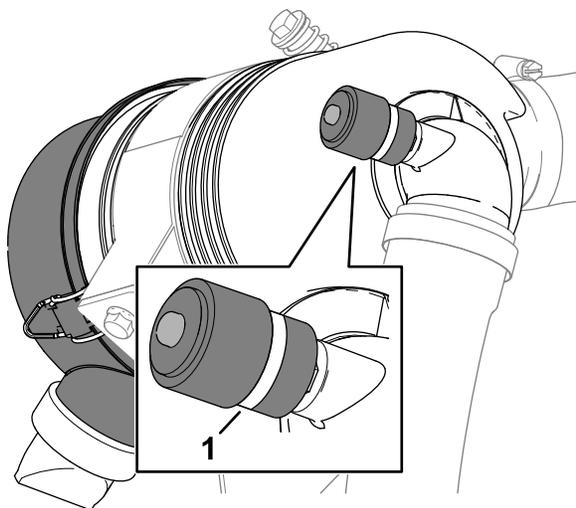

Figure 75
3. Vérifiez l'indicateur de colmatage au bout du boîtier de filtre à air (Figure 75).